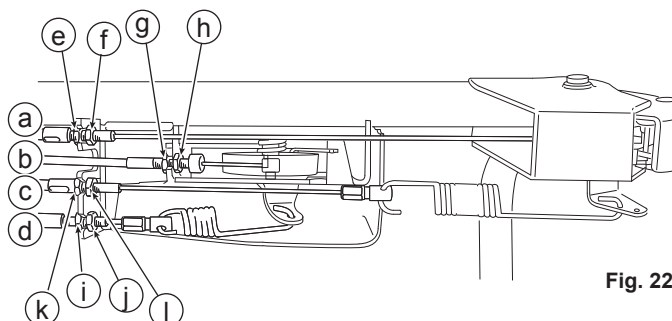

Fig. 22
8.5.1 Manette des gaz (Voir Figs. 22 et 23)
8.5.2 Levier de la lame (Voir Figs. 22 et 24)
3. Vérifiez que la lame d'arrête complètement lorsque vous relâchez le Levier de la lame (C).
8.5.3 Levier d'embrayage (Voir Figs. 22 et 25)
3. Vérifiez que la machine peut être tirée vers l'arrière lorsque le Levier d'embrayage (B) est relâché.
8.5.4 Levier de changement de vitesse (Voir Figs. 22 et 26)